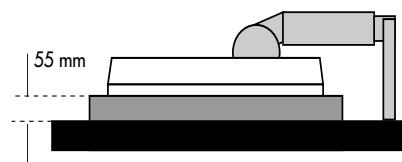

Figure S.1
3. Placez le moniteur la face vers le bas sur une surface non abrasive (placez l'écran sur une plate-forme de 55 mm de manière à ce que le support soit parallèle à la surface) (**Figure S.1**).